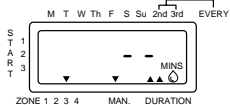

Ilustración 14
- Oprima **NEXT** hasta que el indicador quede en la zona que va a regarse (vea la ilustración 14).